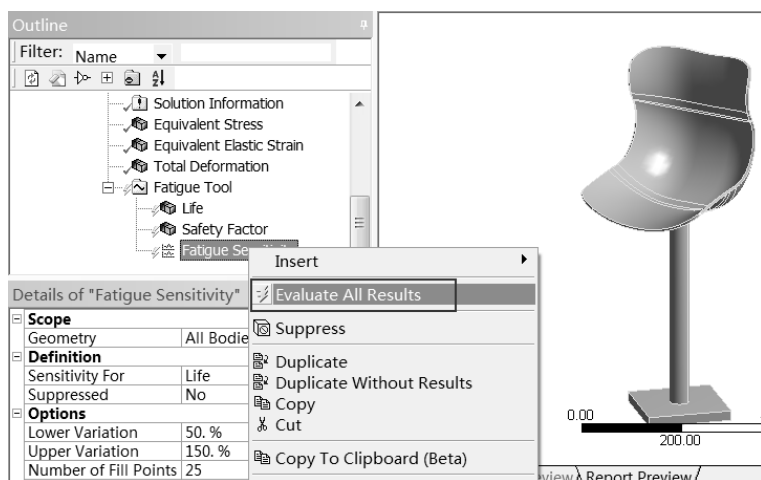

图 16-10 结果后处理
Step5：右击 Fatigue Tool 选项，此时在弹出的如图 16-10 所示的快捷菜单中选择 Evaluate All Results 命令。